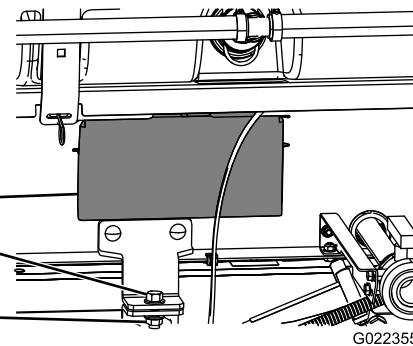

Figure 36
5. Déposez les panneaux d'accès de chaque côté du cadre du patin (Figure 36).
8. Fixez la patte de maintien du patin de cuve au support du plateau sur le cadre, de chaque côté de la machine, à l'aide d'un boulon ( $\frac{1}{2}$ " x  $1\frac{1}{2}$ ) et d'un contre-écrou ( $\frac{1}{2}$ "), comme montré à la **Figure 36.**